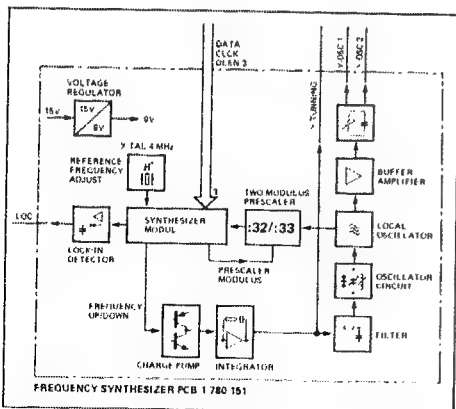

Fig. 3.5
3.1.6 Frequenzsynthesizer und Lokalsozillator (Fig. 3.5)
3.1.6 Frequency synthesizer and local oscillator (Fig. 3.5)
3.1.6 Synthétiseur de fréquence et oscillateur local (fig. 3.5)